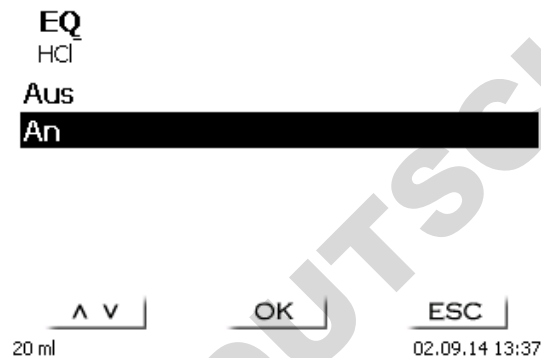

Abb. 103
Die automatische Erkennung des Äquivalenzpunktes (EQ) kann bei einer linearen oder dynamischen Titration ein- und ausgeschaltet werden (Abb. 103).